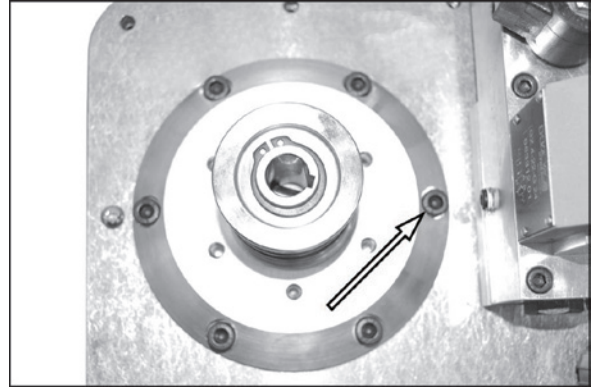

Abbildung 33.
2. Siehe Abbildung 33. Die sechs Adapterschrauben und den Adapter entfernen.